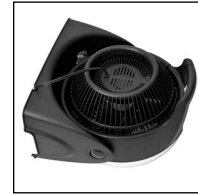

Fig. 5
- Vuelva con cuidado el ventilador sobre la parte frontal en una mesa (Fig. 5).